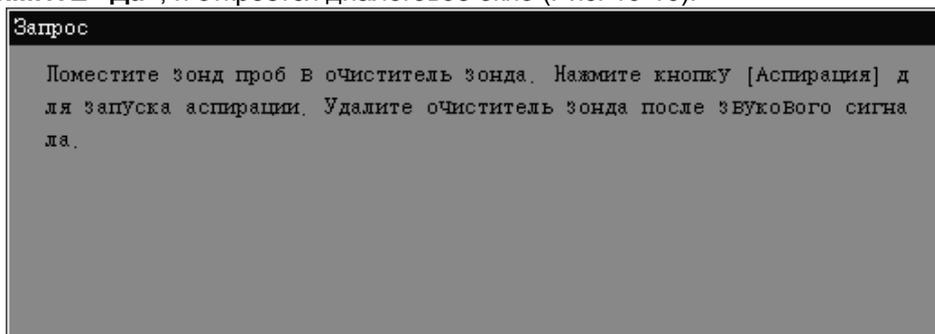

Рис. 10-16 Диалоговое окно
2. **НАЖМИТЕ «Да»**, и откроется диалоговое окно (Рис. 10-16).